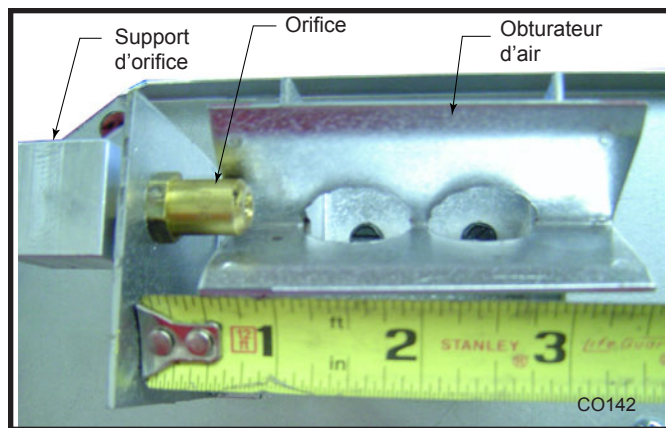

Fig. 83 Le réglage de l'obturateur d'air est 13 mm ($\frac{1}{2}$ po) depuis le support d'orifice jusqu'à l'arête de l'obturateur d'air.
5. L'obturateur d'air est ajusté en usine et ne devrait pas avoir besoin d'ajustement. L'ouverture de l'obturateur d'air peut être mesurée de la façon démontrée à la figure 83.